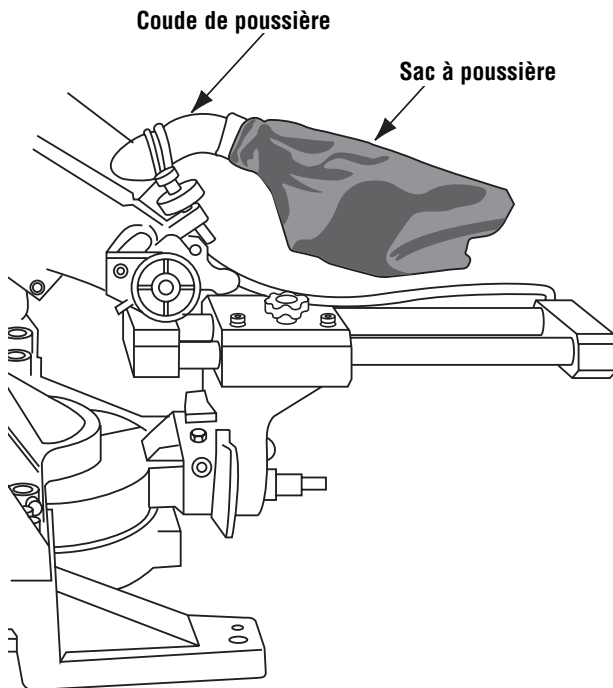

Figure 4. Coude et sac à poussière
1. Le bras d'onglet étant bloqué en position descendue, poussez le coude de poussière sur la buse à poussière. Tournez le coude à la position désirée. (Figure 4)